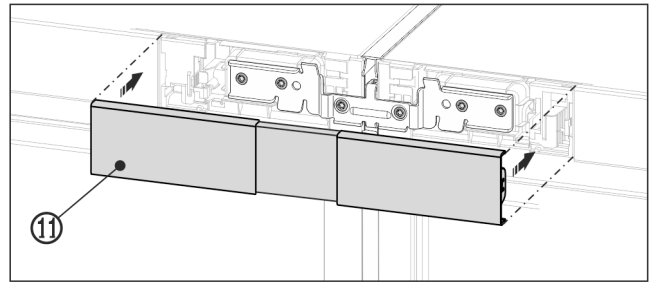

Fig. 20 Représentation à titre d'exemple
- Clipser le cache Fig. 20 (11) supérieur sur l'interstice encore ouvert des deux panneaux du bandeau de commande. Veiller à ce que les parties externes du cache se ferment en affleurant les panneaux du bandeau de commande.